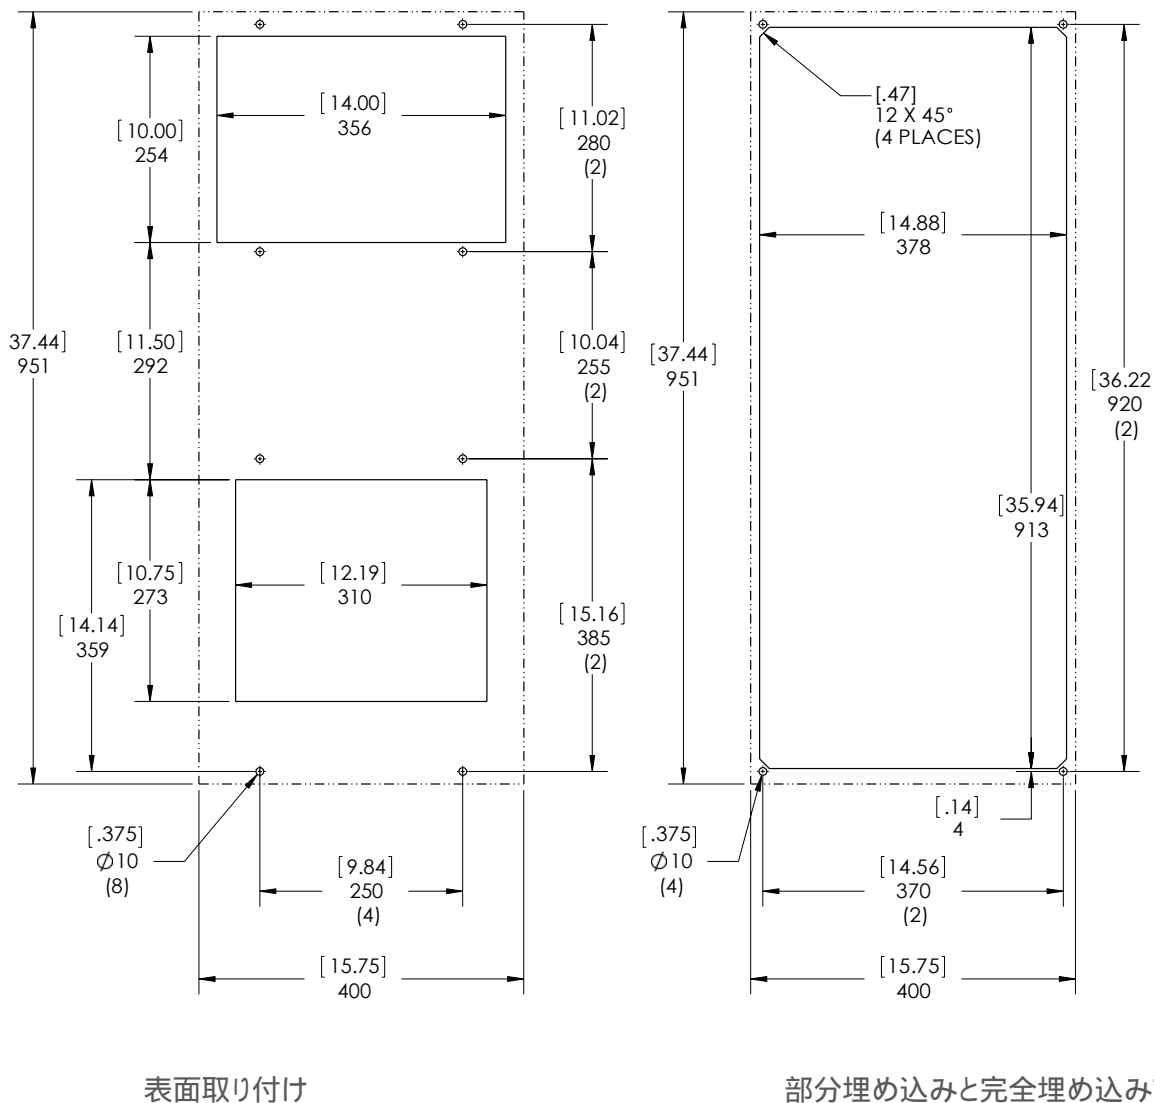

図15
2. ユニット付属のカット用テンプレートを使用してエンクロージャを準備してください。図15をご覧ください。空気の流れを適切に確保するため、ユニットの前面にクリアランスを0.5メートル確保する必要があります。ユニットの側面にそれぞれ5センチメートル確保する必要があります。凝縮水がオーバーフローしないように、ユニットは水平面から3°の範囲内で取り付けなければなりません。